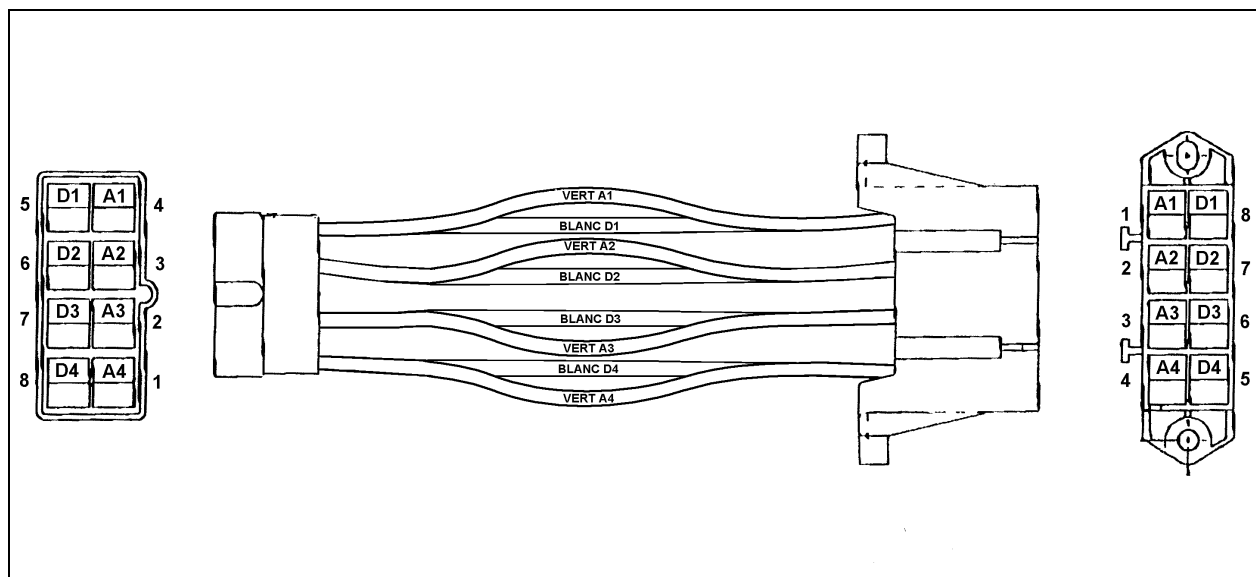

FIGURE 2: CÂBLAGE DES BLOCS-FUSIBLES
2. S'assurer que le câblage des blocs-fusibles est conforme à la figure 2, dans le cas contraire commander les blocs-fusibles (Prévoist # 562621).